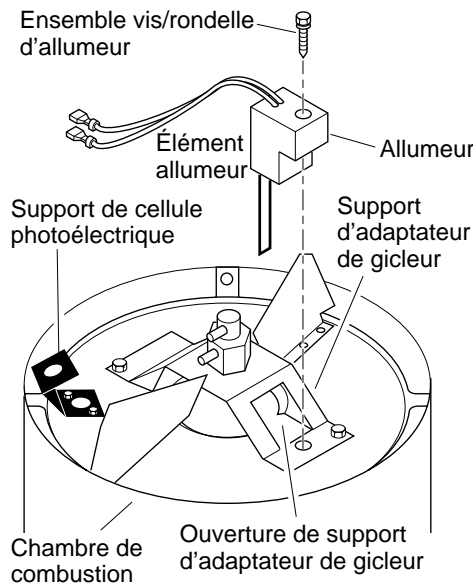

Figure 12 - Remplacement de l'allumeur
6. Retirer la chambre de combustion. Dresser la chambre de combustion sur une extrémité avec le support de l'adaptateur du gicleur en haut (voir figure 12).
9. Avec précaution, guider l'allumeur dans l'ouverture du support de l'adaptateur de gicleur. Éviter de heurter l'élément allumeur. Fixer l'allumeur au support de l'adaptateur de gicleur avec une vis à l'aide d'une clé à douille de 1/4 po (voir figure 12). Serrer de 0,90 N.m à 1,69 Nm (8 à 15 lb-po) sans excès.